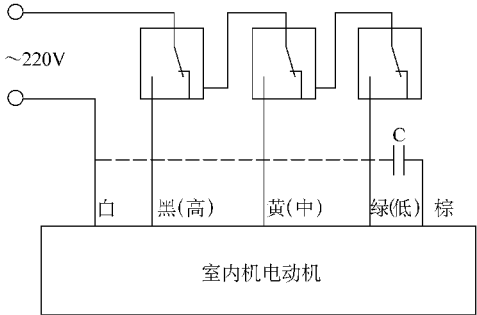

图 10-7 风扇电动机接线及颜色定义
(3) 新科老机型的风扇电动机接线及颜色如图 10-7 所示。